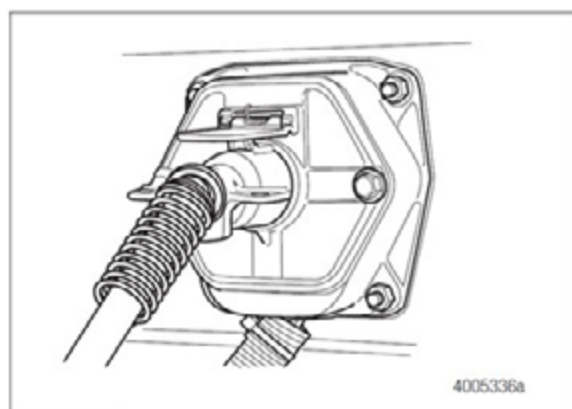

Figura 3.3
4. Conecte uma fonte de energia de 12 Volts à caixa de sete pinos do reboque. Figura 3.3.